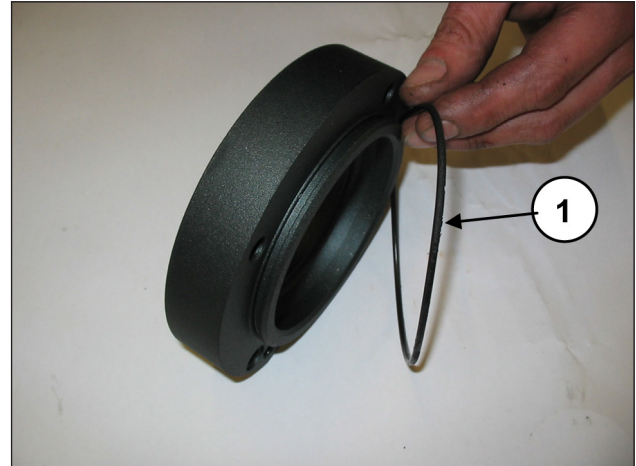
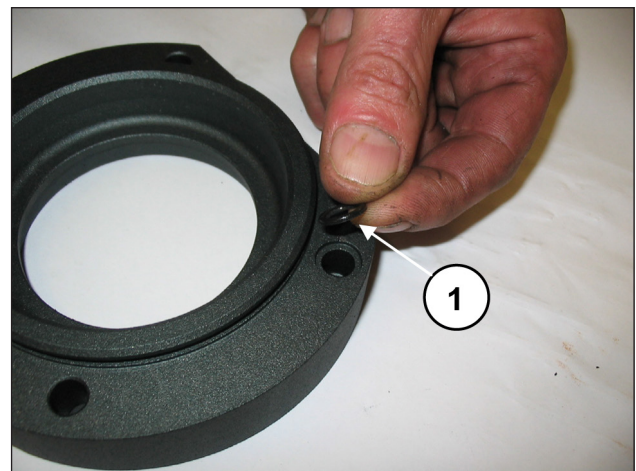

Abb. 65
Abb. 66
Setzen Sie auf die Zapfwellen-Lagerdeckel den äußeren O-Ring (Pos. ①, Abb. 65) und den O-Ring der Schmierbohrung (Pos. ①, Abb. 66).